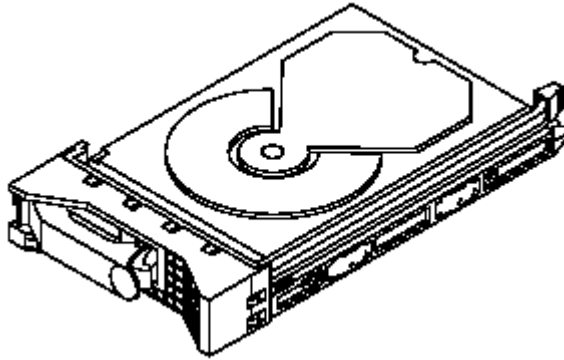

图2-5 正确放置磁盘模块
6. 参照图 2-5 放置硬盘模块，使其落在硬盘模块底部的四个支点（在图中是不可见的）上。这样可以防止磁盘掉落损坏；